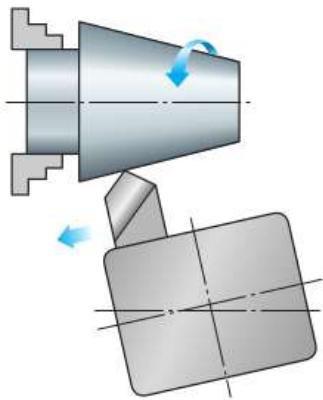

Рис. 5.37. Обработка конуса при повёрнутых верхних салазках суппорта
- при повёрнутых верхних салазках суппорта (рис. 5.37);